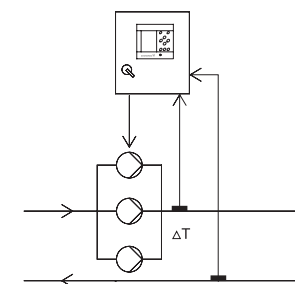

Рис. 23 Перепад температур
- Перепад температуры (два датчика температуры), см. рис. 23.